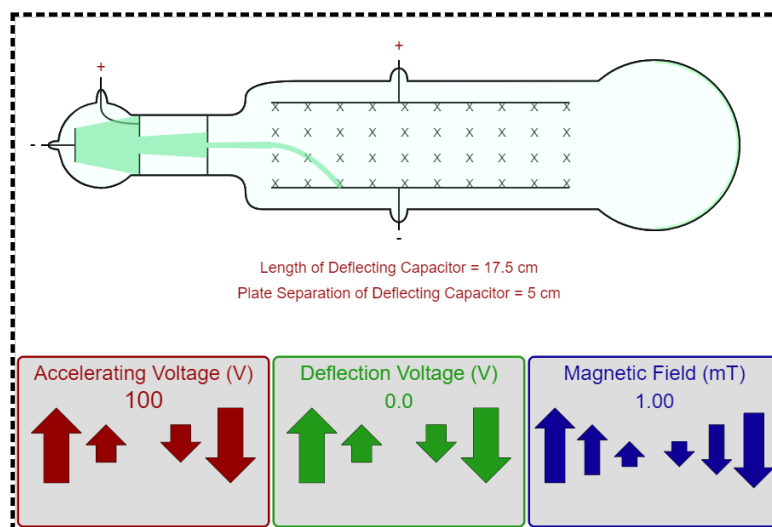

Figura 3. Simulador *Thomson's cathode ray tube lab*
1. Fije el campo magnético (B) en 1 [mT] y los otros dos parámetros al mínimo, como lo muestra la figura 3.